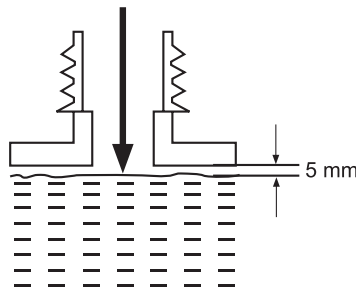

Imagen 12
- > Desenrosque y extraiga la tapa del depósito [15] y añada el lubricante. Utilice un embudo adecuado con un filtro para impedir que caigan residuos dentro del depósito y para evitar derrames o que el depósito rebose. No lo llene en exceso y deje aproximadamente 5 mm de espacio con el borde inferior para que el lubricante pueda dilatarse (Imagen 12).